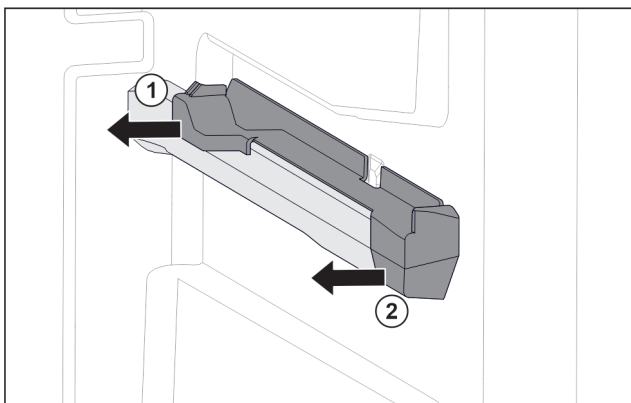

Fig. 101 Instekelement op rechter containerrib
- Instekelement achter naar de zijkant toe eraf trekken. Fig. 101 (1)
- Instekelement voor naar de zijkant toe eraf trekken. Fig. 101 (2)